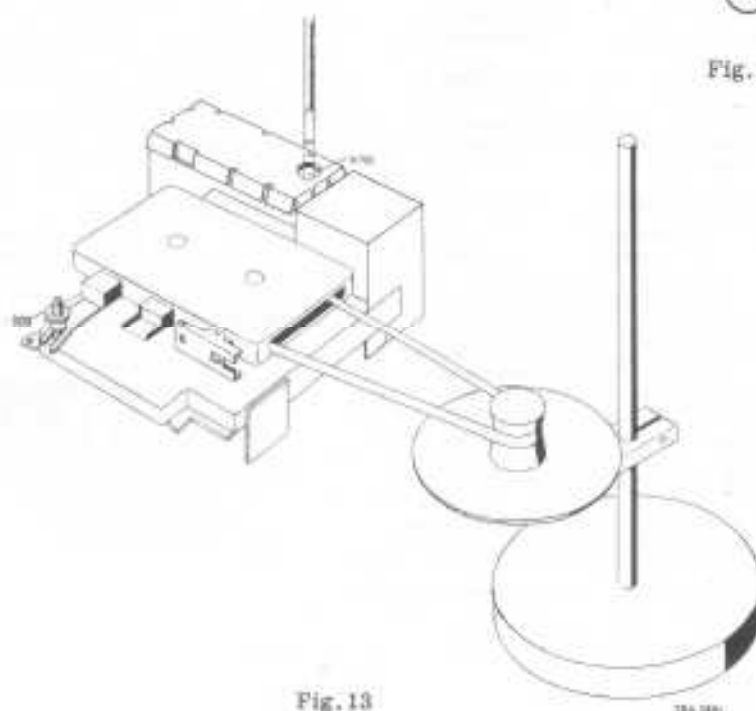

Fig. 13
- b. La friction d'embobinage est trop faible, ce qui peut être mesuré comme suit: Ouvrir un côté de la cassette de telle façon que la bande puisse sortir latéralement (voir fig. 13). Veiller à ce que la bande soit enroulée sur la bobine qui se trouve du côté ouvert. Faire une boucle, dans la bande qui sort du côté ouvert de la cassette et y suspendre un dynamomètre. Placer la cassette dans le magnétophone, l'ouverture se trouvant à gauche. Placer l'appareil en position "reproduction". Mouvoir le dynamomètre en la déplaçant lentement dans le sens de la traction de la bande et freiner peu à peu ce mouvement jusqu'à ce que la bande s'arrête. Juste au moment où la bande s'arrête, la force mesurée doit être de 25-45 g. Les tractions dans le sens opposé doivent toujours être évitées, car la force serait considérablement augmentée. Lorsque la force se trouve hors des limites 25-45 g, la friction d'embobinage est défectueuse et doit être remplacée. Lorsque la force se trouve dans les limites indiquées, la friction d'embobinage est bonne et la cassette doit être incrutée.
2. Avec disque stroboscopique (fig. 13)
Retirer un des côtés latéraux de la cassette, ce qui peut être aisément effectué au moyen d'un couteau et d'une lime. Bien ébavurer l'ouverture; on peut alors sortir la bande à travers l'ouverture. Placer un disque stroboscopique à côté de l'appareil (50 Hz ou 60 Hz) et relier l'ensemble de la manière indiquée fig. 13.
Lorsque la vitesse de l'appareil est trop petite, contrôler si le galet presseur, la friction d'embobinage, le volant etc. ne présentent pas de points durs. Alors la vitesse peut être réglée au moyen de RT02 (voir fig. 13).
Pour le montage veiller à ce que la patte de l'étrier de galet presseur 59 s'engage dans le crochet du ressort à fil 57. Après fixation de l'étrier de palier inférieur 63 la gorge du volant 62 et celle du galet presseur 59 doivent s'aligner. La hauteur du volant peut être réglée en introduisant un tournevis dans le trou triangulaire se trouvant dans l'étrier de palier inférieur 63, comme indiquée fig. 13.